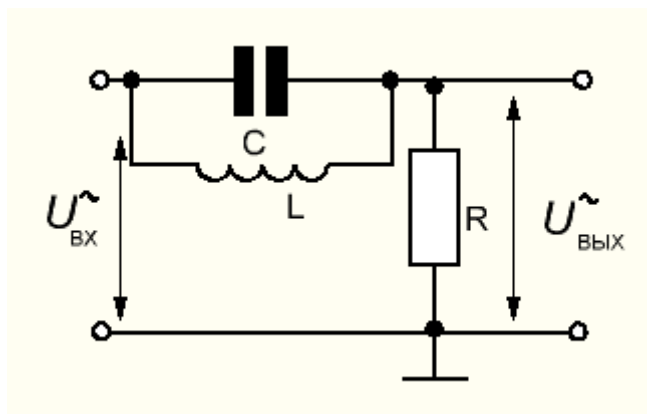

Рис. 2.16
- Соберите цепь для режекторного фильтра, представленную на рис. 2.16. $R = 1 \text{ кОм}$, $C = 0,1 \text{ мкФ}$, $L = 100 \text{ мГн}$. Первый канал осциллографа подключается для измерения входного напряжения, второй канал подключается для измерения выходного сигнала.